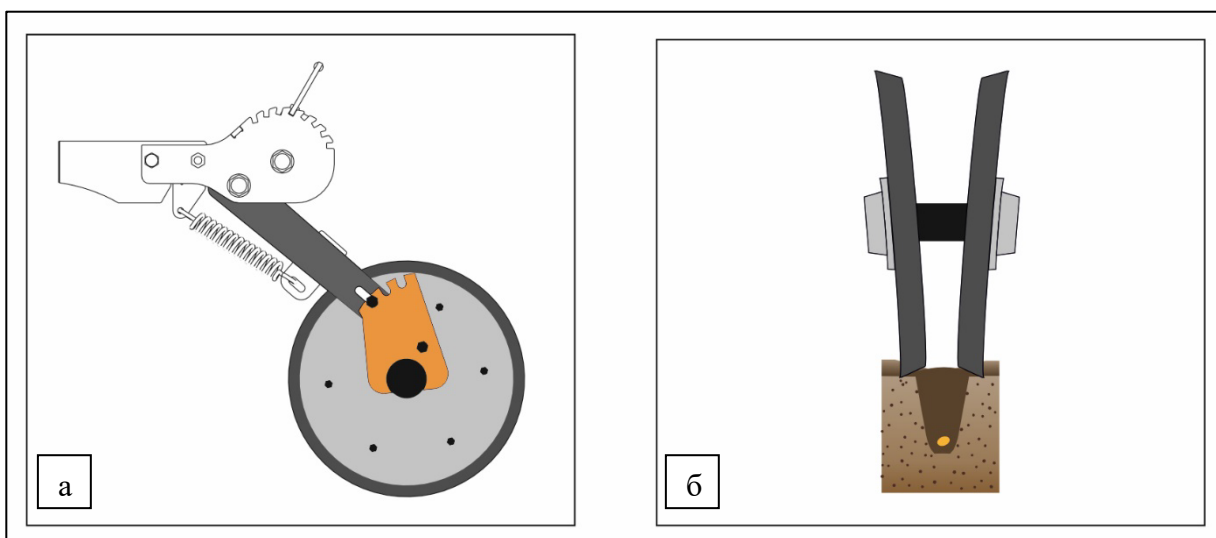

Рисунок 29 – Укрывающие колёса в третьем положении (вид в разрезе):
- а) соединение через паз (2);
Третье положение – паз (3) кронштейна колёс. В таком положении укрывающие колёса раздвигают пожнивные остатки в сторону от борозды, рис. 29.